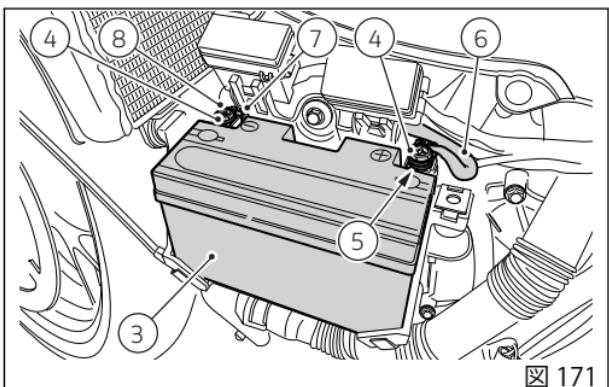

図 171
- ケーブルを(図171)に示すように向け、バッテリー(3)をマウントに配置します。